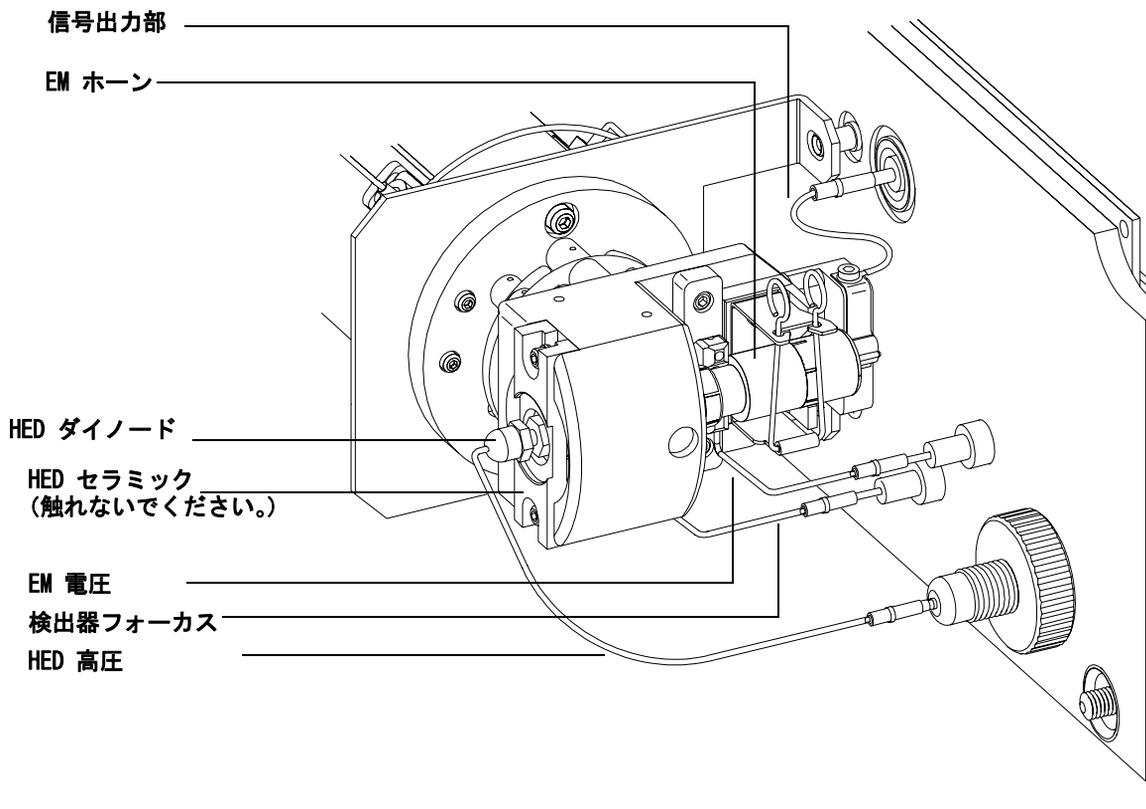

図 63 検出器
MSD 分析器の検出器 (図 63) は、電子増倍管 (EM) に連結された高エネルギー変換ダイノード (HED) です。検出器は、四重極質量フィルタの出口に配置されます。検出器は、質量フィルタを通過したイオンを受け入れます。検出器は、検出器にかけられたイオンの数に比例する電気信号を生成します。検出器には、3 つの主なコンポーネント (検出器フォーカスレンズ、HED、および EM ホーン) があります。